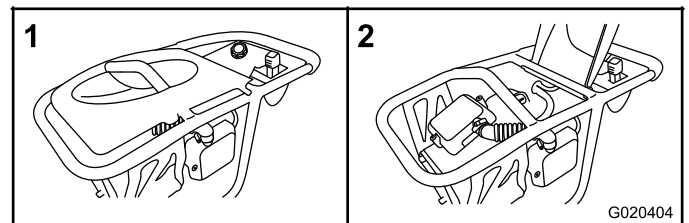

Figura 15
1. Abra la cubierta de la máquina (Figura 15).